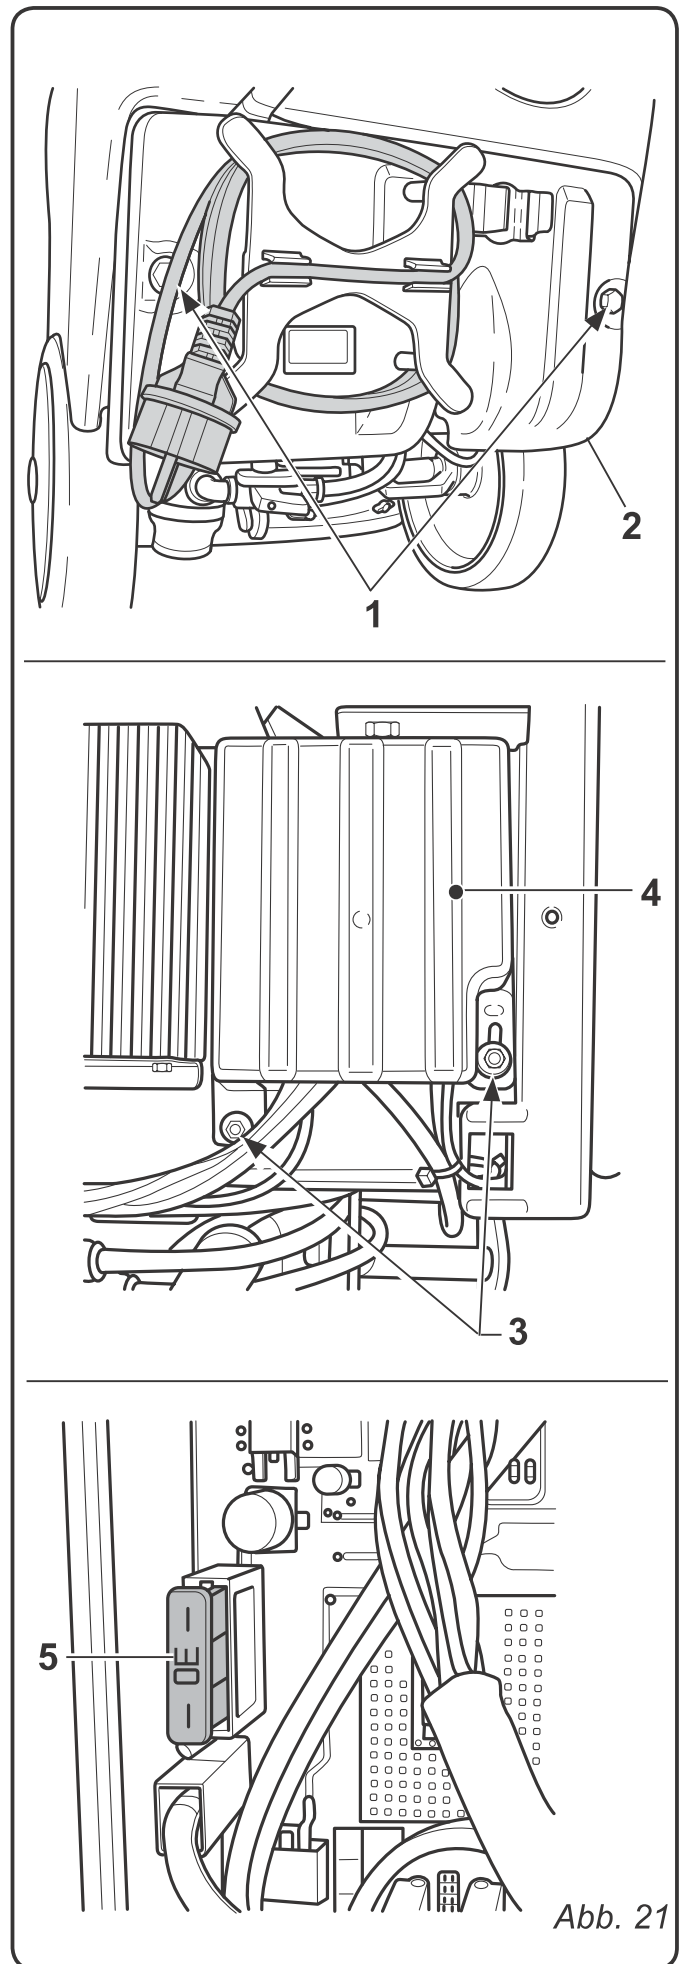

Abb. 21
11.1.h -Auswechslung der Sicherungen (Abb. 21)